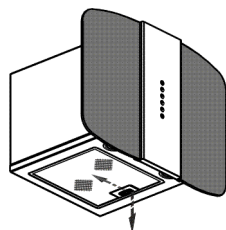

рис. 4
- перед установкой вытяжки снимите алюминиевый фильтр, для этого нажмите на пружинный замок на фильтре и потяните фильтр вниз и на себя (рис. 4);